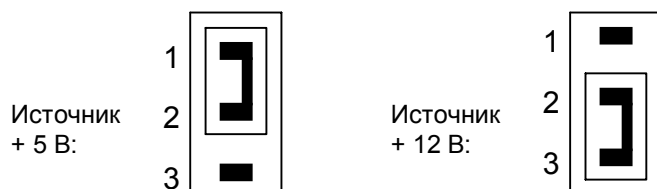

Рисунок 1- Расположение перемычек на печатной плате
4.1 В соответствии с номинальным напряжением питания источника установить переключатель в положение либо 5 В, либо 12 В, как показано на рис.1.